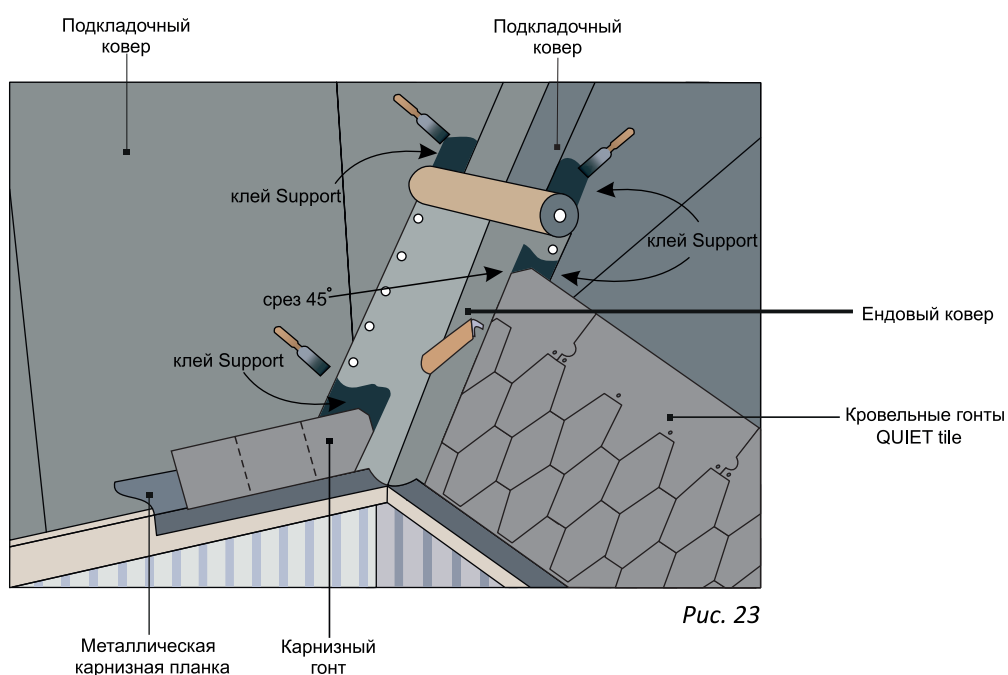

Рис. 23
- Ендовый ковер в области оси ендовы необходимо оставить открытым на 150 - 200мм. Края гонтов приклеивают к ендовому коврику клеем Support, что предотвращает проникновение накапливающейся в ендове воды под гонты. Необходимо обрезать верхний угол края гонта, приходящего в область ендовы, под углом в 45 градусов (рис.23);